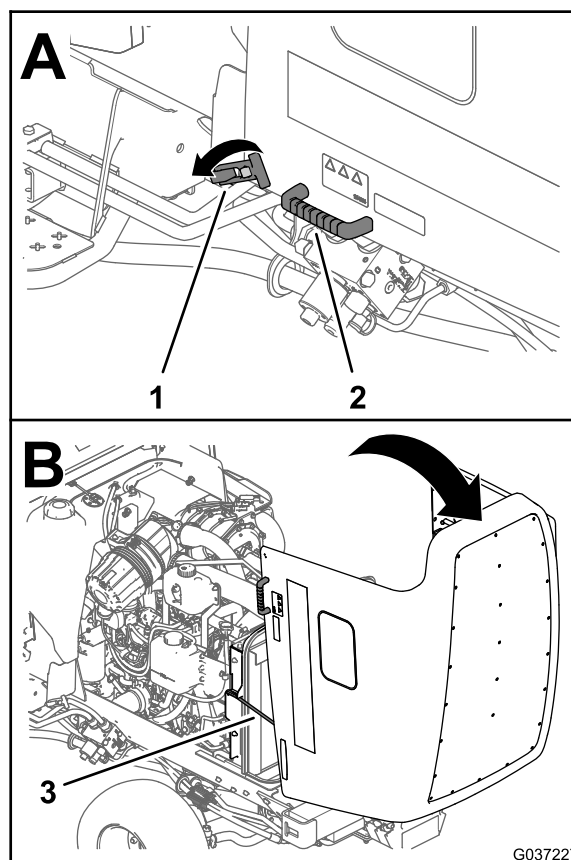

Bild 75
2. Lösen Sie die zwei Riegel an den vorderen unteren Ecken der Motorhaube (Bild 75).
3. Heben Sie die Motorhaube mit den neben den Riegeln angebrachten Griffen hoch und zurück, bis die zwei Stützstangen in den zwei Stützhalterungen sitzen (Bild 75).